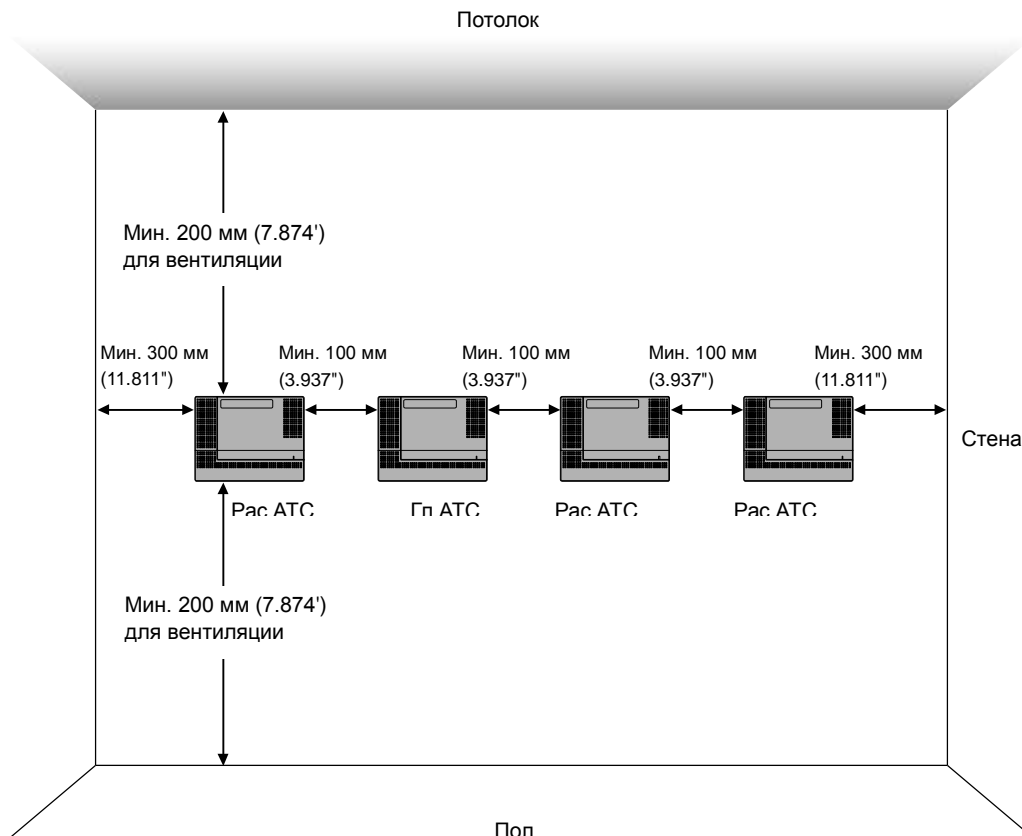

Рисунок 2-3 Горизонтальное размещение мини-АТС
Каждая главная или расширяемая мини-АТС оборудована дополнительным аккумуляторным шкафом. Перед установкой, обратитесь к Рисунок 2-3 Горизонтальное размещение мини-АТС и разделу Error! Reference source not found.
- Если мини-АТС предназначена для монтажа на аккумуляторном шкафу, то она должна устанавливаться горизонтально на стене (см. Рисунок 2-3 Горизонтальное размещение мини-АТС).
Из-за небольшой длины соединительных кабелей для подключения главной и расширяемых мини-АТС, размещение станций необходимо продумать (см. Рисунок 2-3 Горизонтальное размещение мини-АТС).